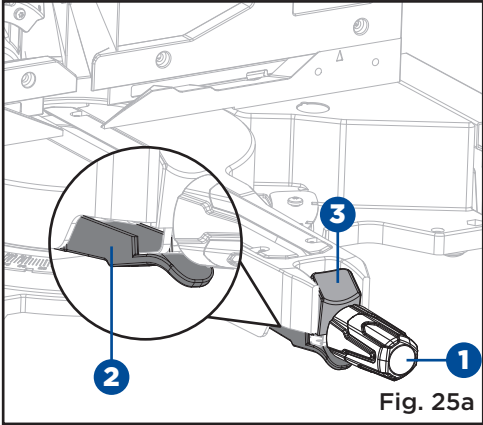

Fig. 25a
**COUPE D'ONGLET (FIG. 25a-25b)**